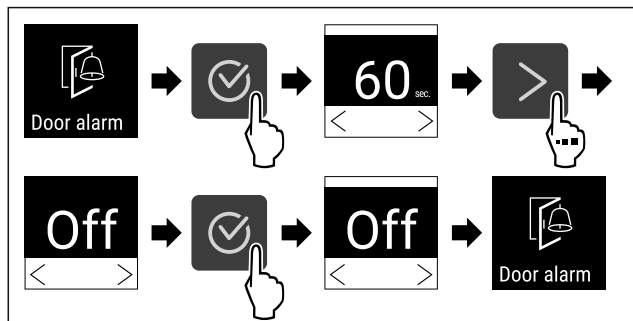

Fig. 118
- ▶ Vykonajte kroky akcie (pozri Fig. 118).